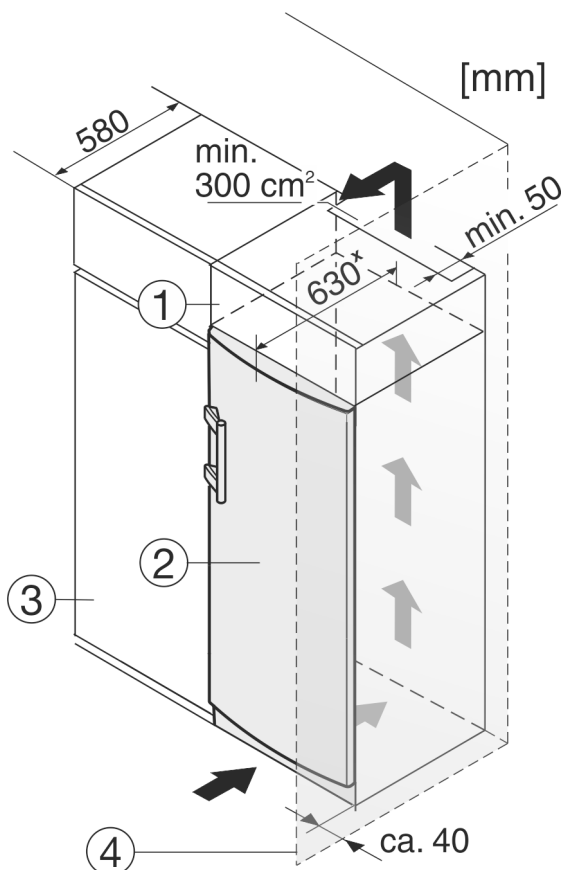

Fig. 12
Přístroj lze zabudovat do kuchyňských skříní. K vyrovnání přístroje Fig. 12 (2) na výšku kuchyňské linky lze na přístroj nasadit nástavec Fig. 12 (1).
Při montáži do kuchyňských skříní (hloubka max. 580 mm) lze spotřebič nainstalovat přímo vedle kuchyňské skříně Fig. 12 (3). Spotřebič přesahuje přední stěnu kuchyňské skříně po stranách o 34 mm \* a uprostřed o 50 mm \*.
Pokud se spotřebič instaluje se závěsy vedle stěny Fig. 12 (4), musí být jeho vzdálenost od stěny alespoň 40 mm. To odpovídá přesahu madla při otevřených dveřích.